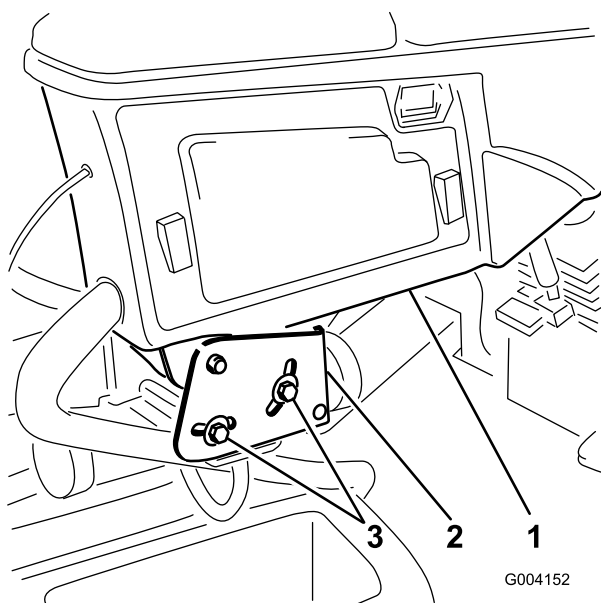

Figure 3
1. Desserrez les 2 boulons de fixation du bras de commande à la patte de retenue (Figure 3).